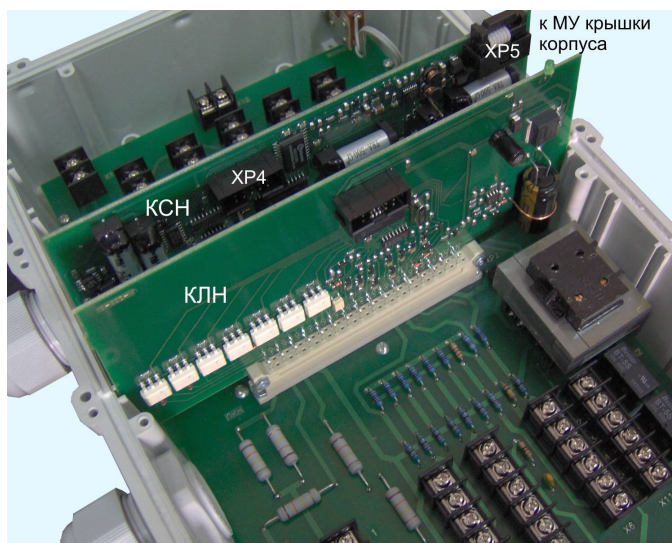

Рисунок 11 - Установка плат КСН и КЛН.
1) Установить на коммутационную плату блока БДК-Л-4М2, БДК-Л-3М2 контроллеры КСН и КЛН (рисунок 11).